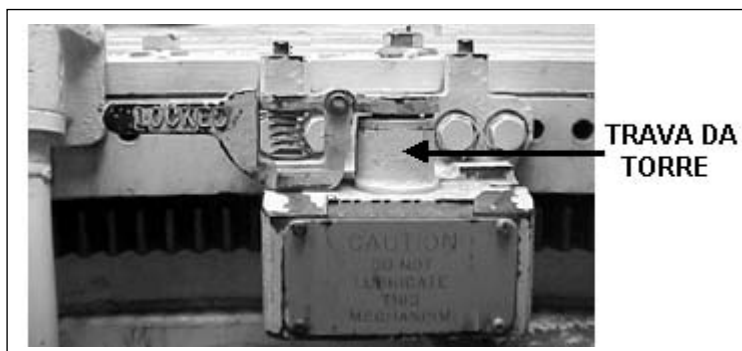

Fig 4-108. Trava da torre
(4) Trava da torre (Fig 4-108)